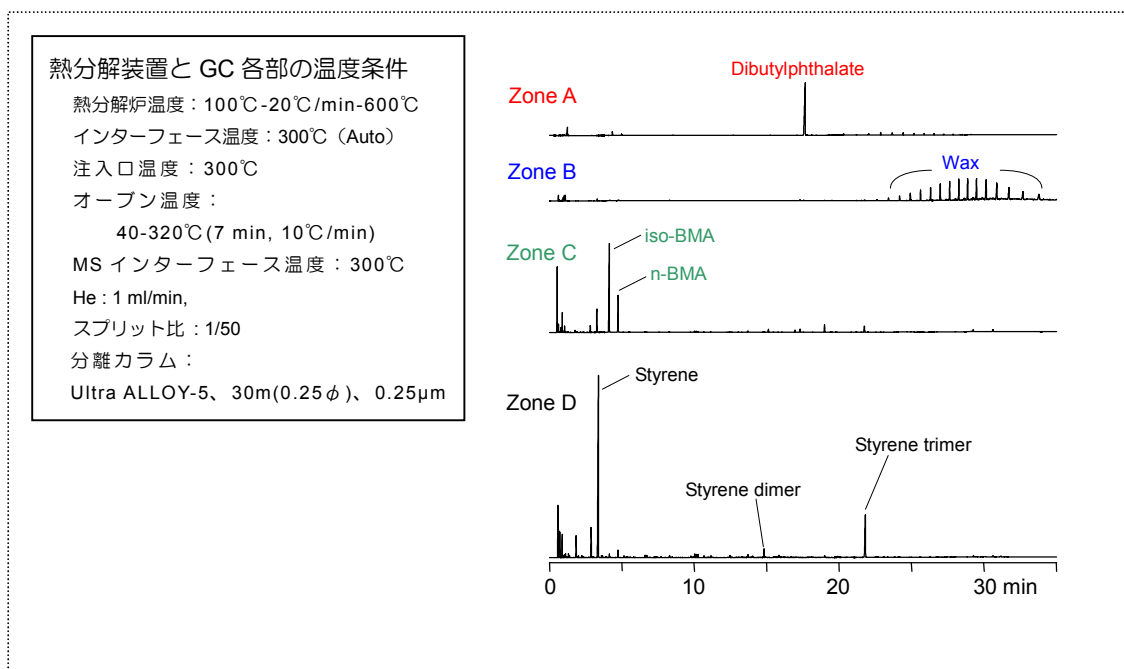

Fig. 5.11 各画分のクロマトグラム
STEP2 熱分解装置と GC の分析条件の設定 (Fig. 5.11 参照)
各々の画分からの発生ガスをGCMS分析して得られたクロマトグラムをFig.5.11に示しました。このように、各温度画分毎に分析することにより、発生ガスの詳細な分析が可能です。